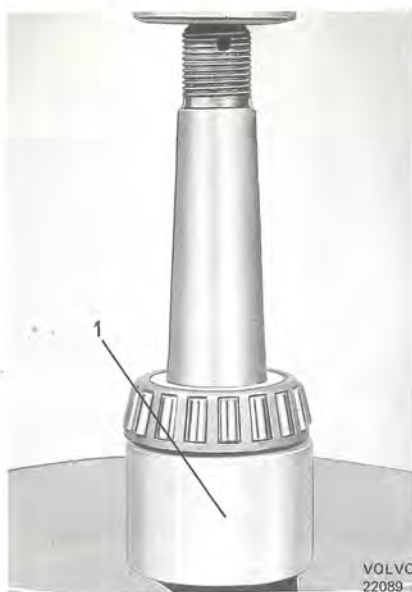

Bild 15. Demontering av drivaxellager
3. Pressa av lagret, se bild 15. Använd SVO 1806 som underläggsring. Montera det nya lagret med hjälp av hylsa SVO 1805, se bild 16.